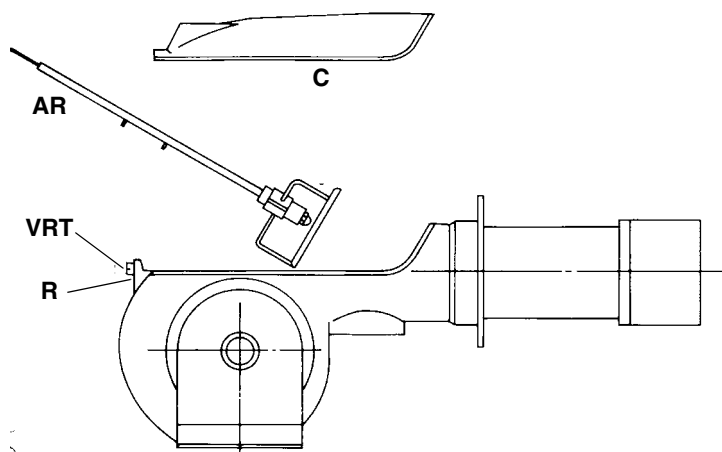

Рис. 23
- 3 открутить присоединительные гайки (Е на Рис. 23) дизельных шлангов (использовать 2 ключа во избежание расслабления соединений, застопоренных на распределительном блоке);
- 5 вынуть полностью весь узел, как указано на Рис. 23.